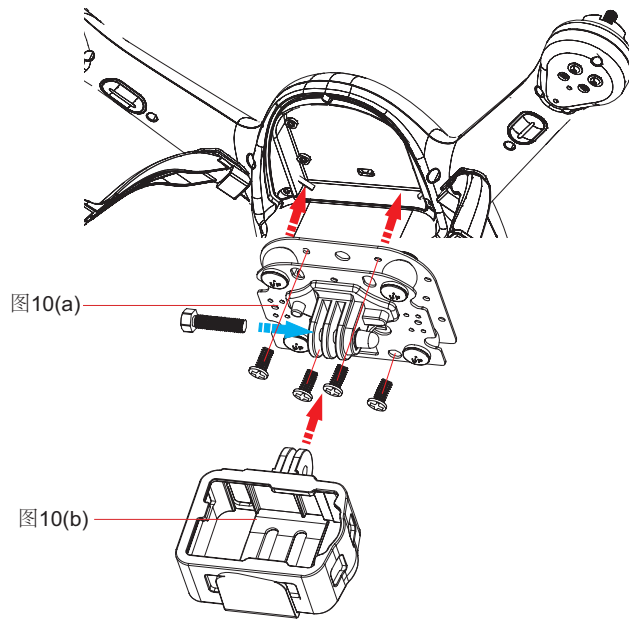

图10
- (1)如图10(a)安装相机框座到飞行器上并锁紧螺丝
- (2)如图10(b)将相机框安装于相机框座并锁紧螺丝。